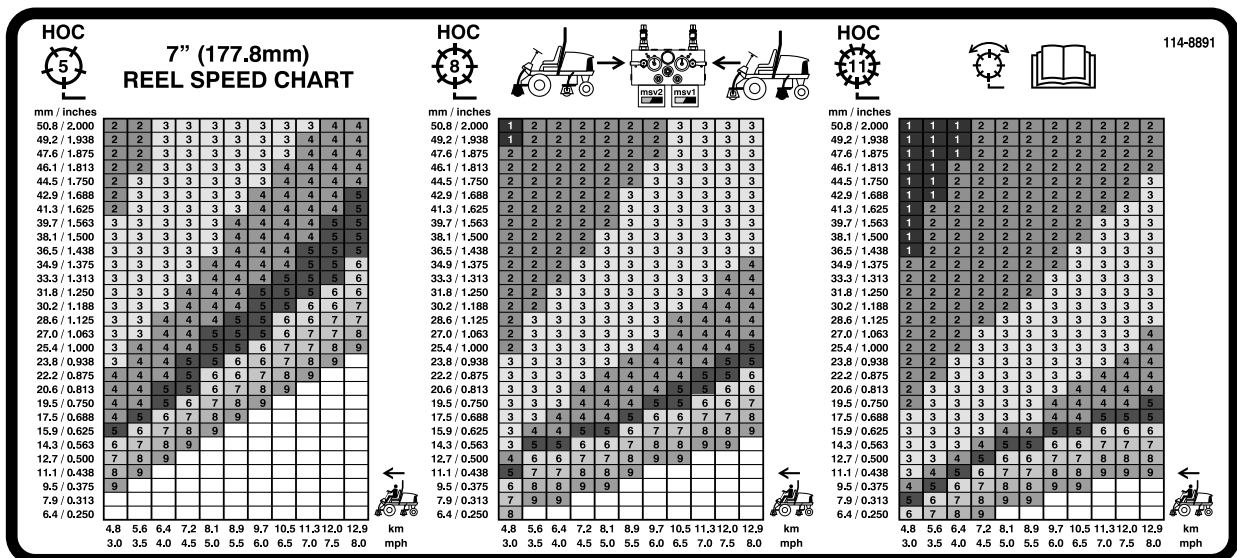
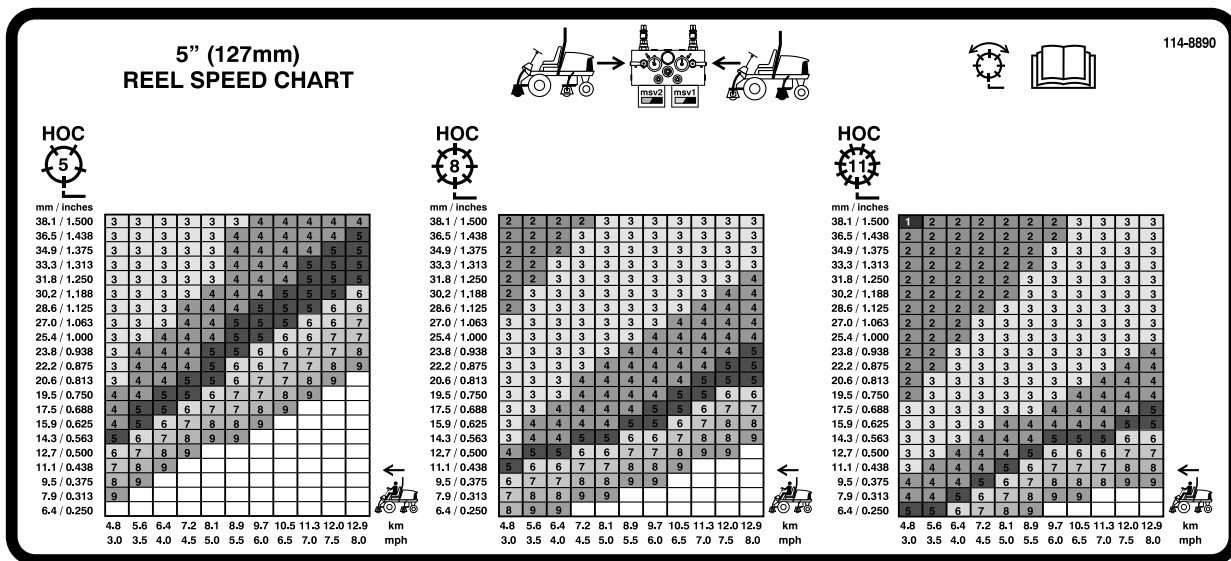

Figura 41
Figura 42
- Usando el gráfico apropiado de la pegatina 110-0996 (Figura 41) para el Reelmaster 5510 y 5610 con molinete de 17,8 cm, o la pegatina 110-8923 (Figura 42) para el Reelmaster 5410 con molinete de 12,7 cm, determine el ajuste correcto para la velocidad de los molinetes.